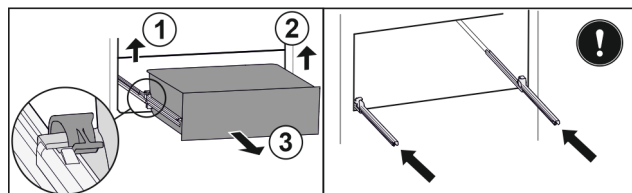

Fig. 183
- Sollevare il morsetto sinistro e allo stesso tempo tirare in avanti il cassetto sinistro. Fig. 183 (1)
- Sollevare il morsetto destro e allo stesso tempo tirare in avanti il cassetto destro. Fig. 183 (2)
- Rimuovere il cassetto tirandolo in avanti. Fig. 183 (3)